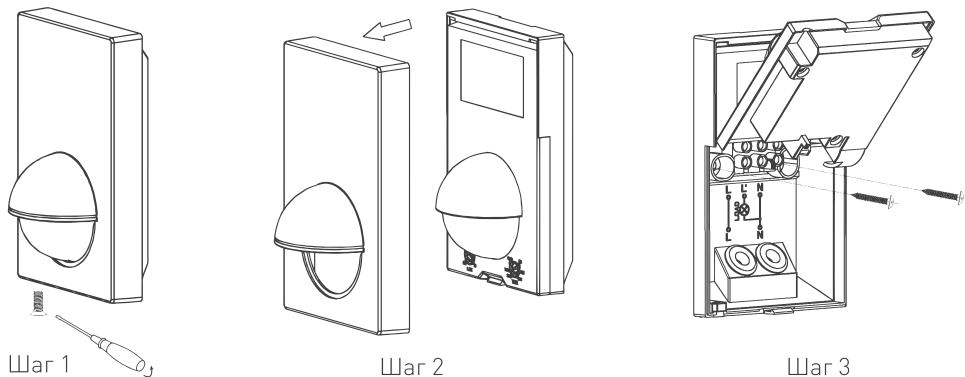

Рисунок 1. Этапы монтажа датчика.
- 3.2. Открутите винт снизу датчика (см. Рис. 1, Шаг 1).
- 3.3. Снимите лицевую панель датчика движения, аккуратно поддев ее плоской отверткой (см. Рис. 1, Шаг 2) и отогните нижнюю часть, как показано на Рис. 1, Шаг 3.
- 3.4. Осуществите крепление датчика к поверхности шурупами (см. Рис. 1, Шаг 3).